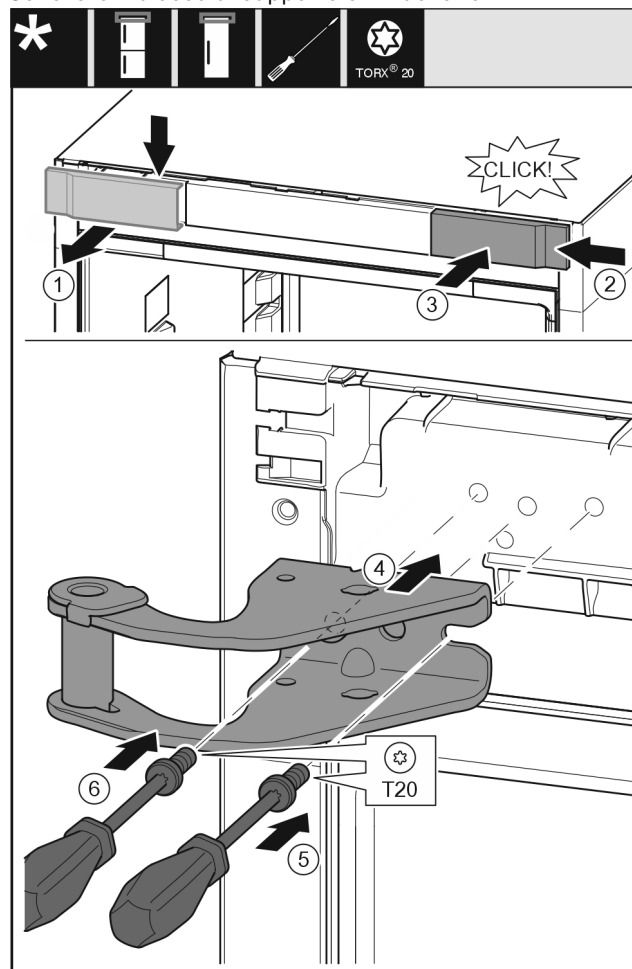

Fig. 15
- Rimuovere la copertura dall'alto in avanti. Fig. 15 (1)
- Ruotare la copertura di 180° e agganciarla sull'altro lato da destra. Fig. 15 (2)
- Innestare la copertura. Fig. 15 (3)
- Applicare il blocco di supporto superiore. Fig. 15 (4)
- Applicare la vite con il cacciavite T20 e serrare. Fig. 15 (5)
- Applicare la vite con il cacciavite T20 e serrare. Fig. 15 (6)